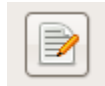

図 9 : ファイル名入力フォルダ
- ① DEXCS ランチャーウィンドウ上部のメニューから「ファイル→解析フォルダ設定」を選択する。
- ② 画面左上の図 9 のアイコンをクリックする。